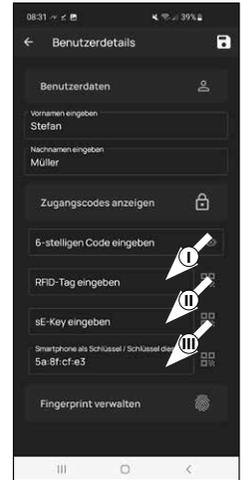

Abb. 4
⑥ An dieser Stelle können Sie einen Funkschlüssel *ENTRY sE-Key 7713* (optional erhältlich) einspeichern (II) (Abb. 4). Hinweise zur Einrichtung finden Sie in der Anleitung des Funkschlüssels.
! **Hinweis:** Dem Benutzerprofil des ersten Benutzers wurde automatisch die Schlossöffnung per Smartphone hinterlegt (III) (Abb. 4). Bei weiteren Benutzern können Sie in diesem Feld ein anderes Smartphone als elektronischen Schlüssel hinterlegen. Eine Anleitung hierfür erhalten Sie in der Hauptanleitung auf unserer Webseite (siehe Link auf der Titelseite).